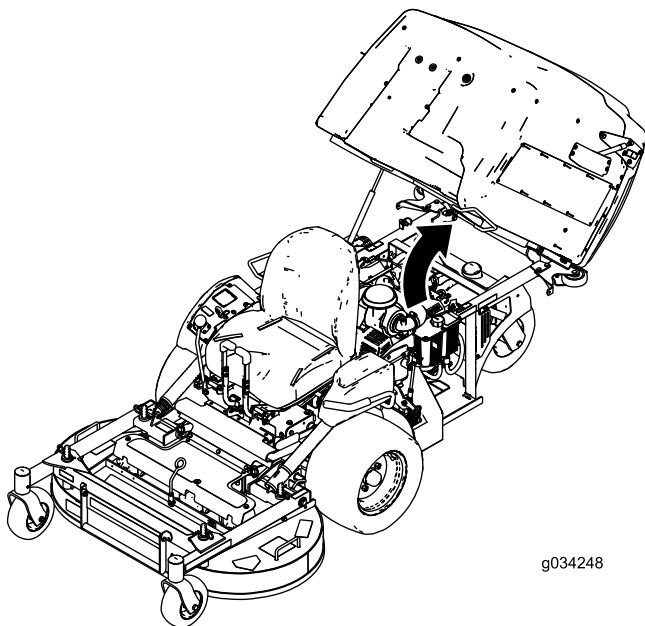

Figura 31
1. Eleve la tolva (Figura 31).